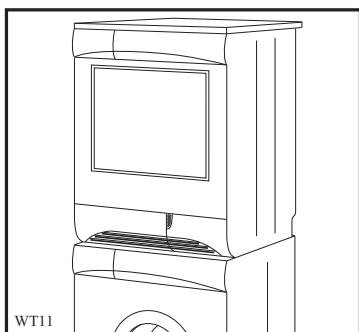

Fig 7
- modellen met een luikje in het voetstuk (fig. 7 en 8).